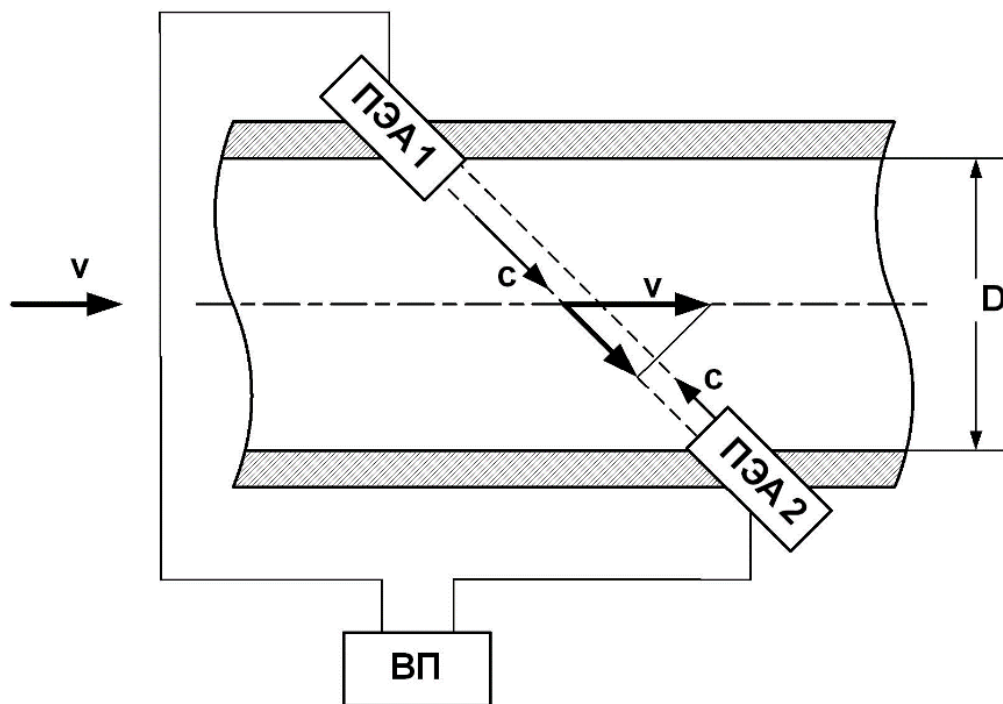

Рис.1 - Схема прохождения УЗС
1.5.1.2 ПЭА устанавливаются в измерительный участок (ИУ) по диаметру (см. рис.1), образуя первичный преобразователь расхода (ПП).
Рис.1 - Схема прохождения УЗС Электрические зондирующие импульсы, генерируемые ВП в каждом измерительном канале, попеременно поступают на ПЭА1 и ПЭА2. УЗС, излучаемый одним ПЭА, проходит через движущуюся по трубопроводу жидкость и воспринимается другим ПЭА. При движении жидкости происходит снос ультразвуковой волны, который приводит к изменению времени распространения УЗС: по потоку жидкости (от ПЭА1 к ПЭА2) время прохождения уменьшается, а против потока (от ПЭА2 к ПЭА1) – возрастает. Разность времен прохождения УЗС по акустическому тракту по и против потока жидкости dT пропорциональна скорости потока v и, следовательно, объемному расходу жидкости Q. Цифровой способ обработки принимаемых ПЭА сигналов обеспечивает устойчивую работу в условиях помех, а также упрощает настройку расходомера при вводе в эксплуатацию. 1.5.1.3 Значение расхода определяется при выполнении условия: $Q_{отс} \leq Q,$ где $Q_{отс}$ – минимальное значение расхода (нижняя отсечка), $м^3/ч$; Q – текущее значение расхода, $м^3/ч$. Рекомендуемое значение нижней отсечки соответствует скорости потока 0,035 м/с.